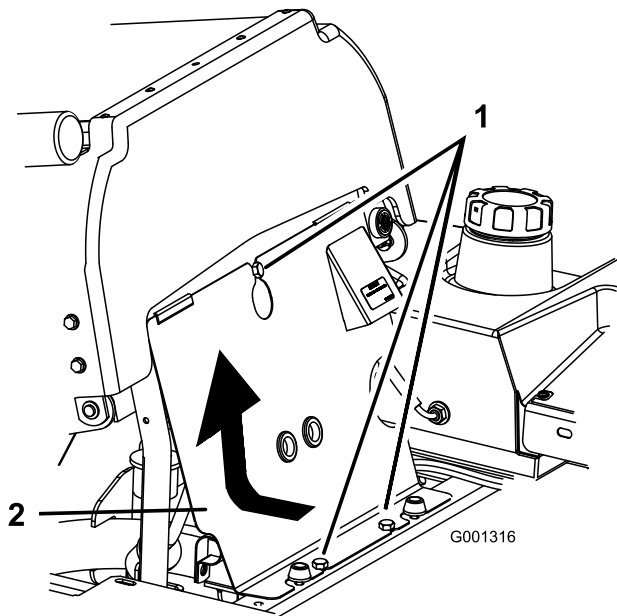

Bild 58
3. Kippen Sie den Sitz nach vorne, lösen Sie die Schrauben und entfernen Sie die vordere Motorverkleidung (Bild 58).